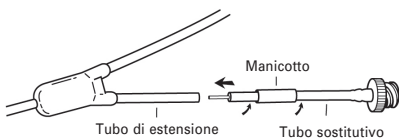

Fig. 12
3. L'estremità del tubo sostitutivo presenta una cannula metallica precaricata. Con un movimento rotatorio, far scivolare la cannula metallica nel tubo di estensione finché si trovi a 2-3 mm dal tubo di estensione. (Fig. 12)